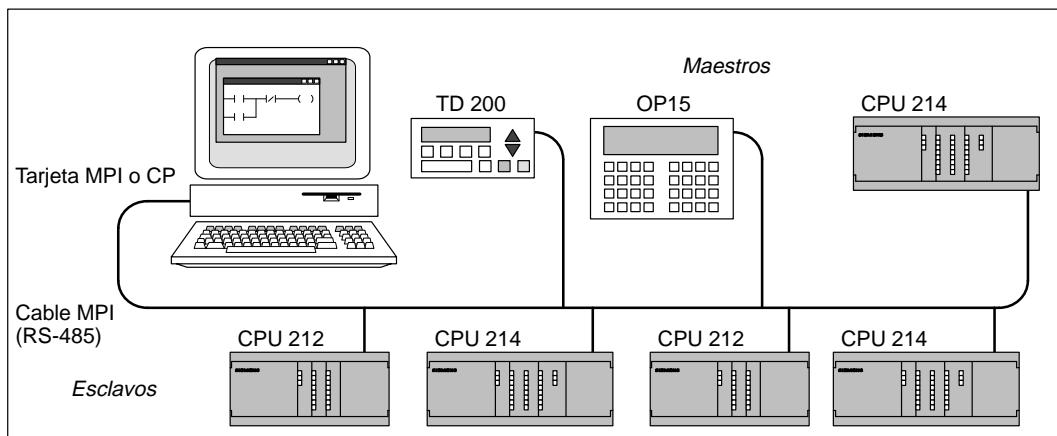

Figura 3-5 Ejemplo de una red de maestros y esclavos con una tarjeta MPI o CP
STEP 7-Micro/WIN se puede utilizar con una tarjeta de interface multipunto (MPI) o con un procesador de comunicaciones (CP). Ambos componentes disponen de un puerto RS-485 sencillo para la conexión a la red mediante un cable MPI. STEP 7-Micro/WIN 32 (la versión de 32 bits) asiste la parametrización MPI para una red MPI, lo que no es el caso en STEP 7-Micro/WIN 16 (la versión de 16 bits). Tras establecer la comunicación MPI, STEP 7-Micro/WIN se puede conectar a una red que contenga otros maestros. Cada uno de ellos debe tener una dirección única. La figura 3-5 muestra una red de ejemplo compuesta por unidades maestras y esclavas. Para obtener informaciones más detalladas acerca de la comunicación en redes, consulte el capítulo 9. Para obtener informaciones más detalladas sobre la tarjeta MPI y los diversos procesadores de comunicaciones (CPs) disponibles, consulte el apartado 9.4. En el Anexo G se indican las respectivas referencias.